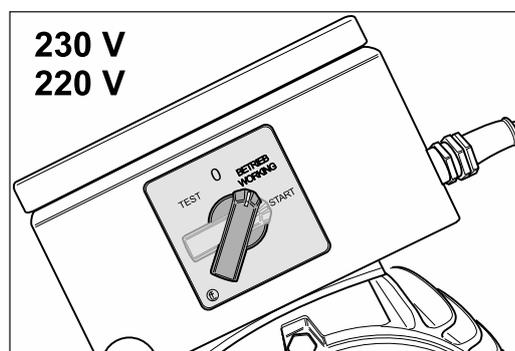

Abb. 25 Nachdem der Motor die volle Drehzahl erreicht hat, den Schalterknopf loslassen. Er nimmt automatisch die Position -BETRIEB (WORKING)- ein.
- 3 Nachdem der Motor die volle Drehzahl erreicht hat, lassen Sie den Schalterknopf los. Er nimmt automatisch die Position -BETRIEB (WORKING)- ein (Abb. 25).